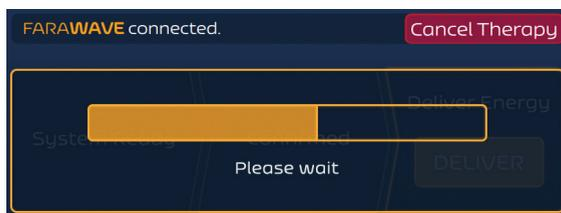

Figura 13. Schermata Therapy (Terapia) - Modalità asincrona - Stato Between Deliveries Countdown (Conto alla rovescia tra le erogazioni)
8. Il generatore PFA FARASTAR imposta un ritardo di 10 secondi tra le erogazioni. Questo viene implementato come illustrato nella Figura 13.